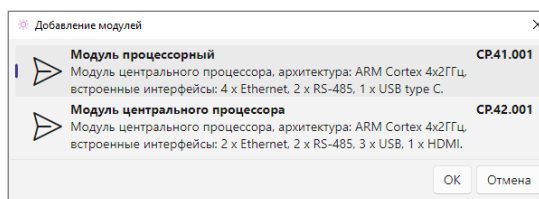

Рисунок 9.3.6 – Выбор модулей при добавлении.
- При добавлении модуля выберите нужный модуль из предложенного списка, нажмите **Ок** (см. рисунок 9.3.6).